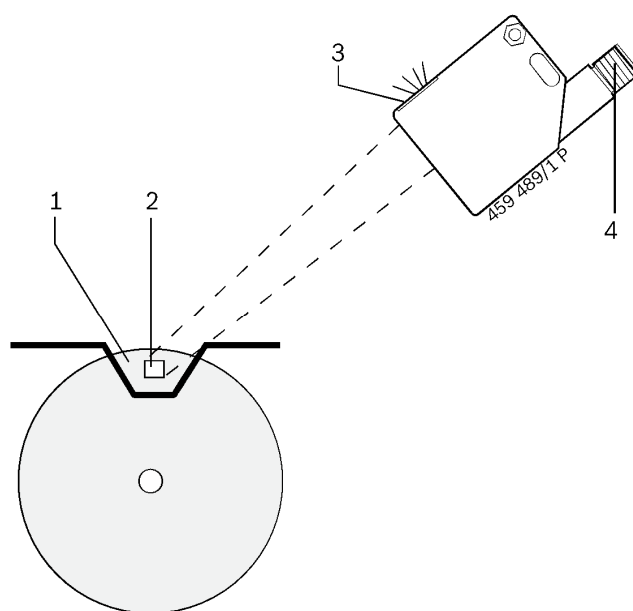

Fig.1: Optische toerentalsensor
2. Het vliegwiel (Fig. 1, Pos. 1) reinigen om straks een reflecterende sticker te kunnen aanbrengen.
3. Optische toerentalsensor (Fig. 1, Pos. 4) aan de BEA aansluiten.
7. De LED (Fig. 1, Pos. 3) op de sensor brandt als deze correct uitgericht is.
- ⇒ De LED (Fig. 1, Pos. 3) van de optische toerentalsensor moet nu knipperen. Als dat het geval is wordt het toerental correct gemeten.